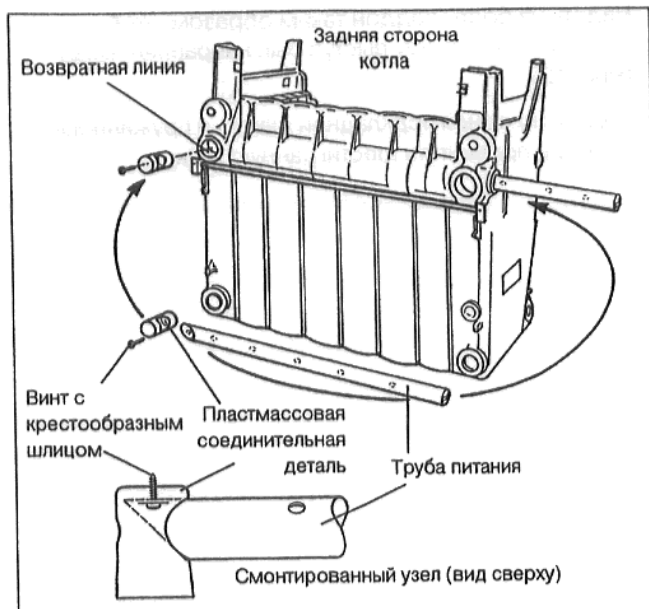
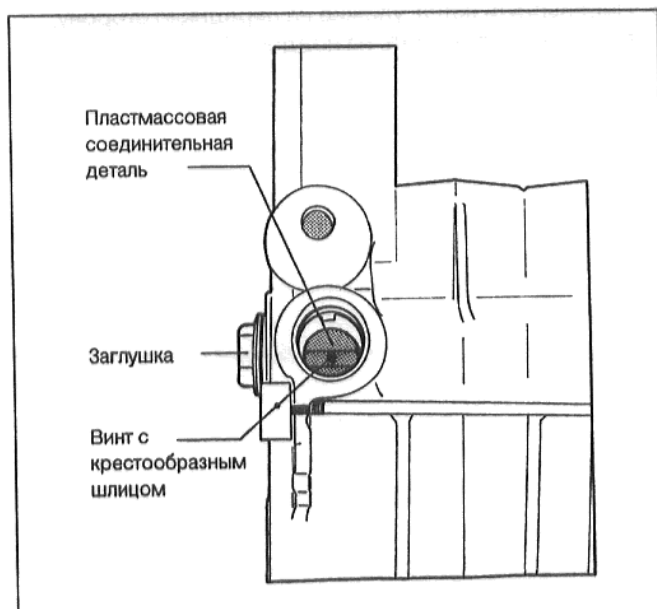

Рис. 9
Рис. 10
- Вставить в возвратную линию пластмассовую соединительную деталь (Рис. 9).
- Вдвинуть трубу питания в ступицу (Рис. 9).
- Завинтить винт с крестообразным шлицом (В 4,8 x 22) (Рис. 9 и Рис. 10).
- Завинтить обратно в концевые секции четыре ранее снятые заглушки с новыми уплотнениями. (Рис. 10).